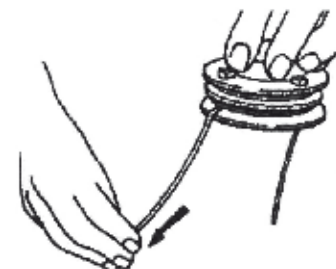

FIG. 4
5. Bloqueie cada extremidade do fio na ranhura de segurança oposta. (Fig. 4).